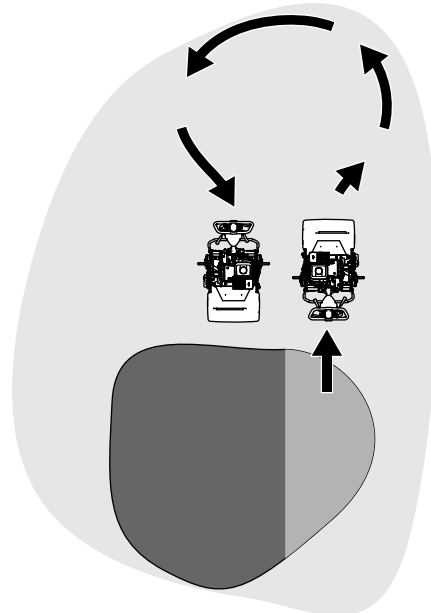

Bild 23
- Heben Sie die Mähspindel an (drücken Sie den Hebel nach unten) und wenden Sie tränenförmig auf der Antriebstrommel, wenn Sie die Maschine vom Grün fahren (Bild 23).
1. Den Antriebskupplungshebel am Getriebe (Bild 23) lokalisieren.